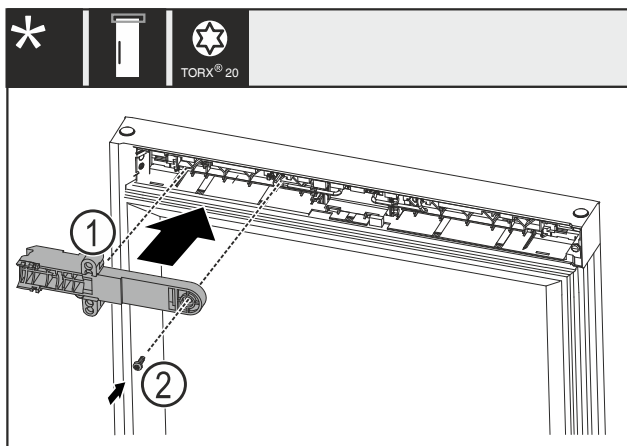

Fig. 26
- Pagrieziet slēdzenes turekli Fig. 26 (1) par 180° un uzmontējiet pretējā pusē.
- Nostipriniet slēdzenes turekli Fig. 26 (1) ar skrūvi Fig. 26 (2).